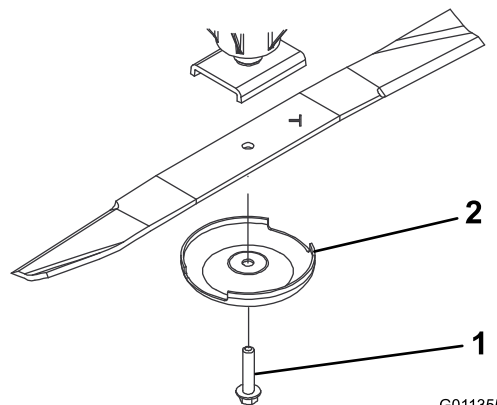

Bild 72
3. Halten Sie das Ende des Messers mit einem dicken Handschuh oder Tuch fest und entfernen Sie die Messerschraube, Antiskalpierkuppe und das Messer von der Spindelwelle (**Bild 72**).
4. Setzen Sie das Messer (der Flügel sollte zum Mähwerk zeigen) mit der Antiskalpierkuppe und der Messerschraube ein. (**Bild 72**).